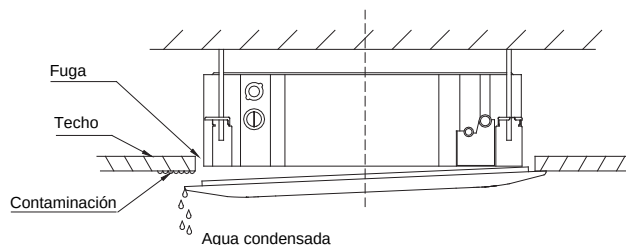

Fig.5-12
- El mal funcionamiento que se describe en la Fig. 5-12 puede causarse por una inapropiada estanqueidad.